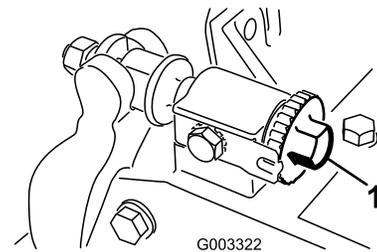

Figura 25
1. Reduzca el contacto entre el molinete y la contracuchilla girando los pomos de ajuste de la contracuchilla (Figura 25) en el sentido contrario a las agujas del reloj hasta que no exista contacto alguno.